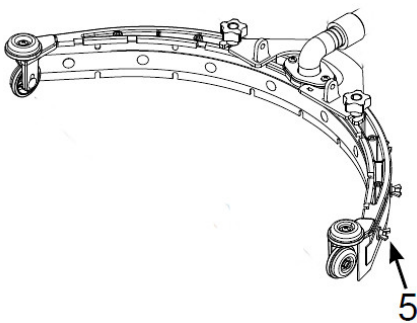

Abb. 48: Andruckleisten und Saugleiste entnehmen
Schritt 6: Entfernen Sie die Andruckleisten und Saugleiste indem Sie die Schraubgriffe (Pos.5, Abb.48) entnehmen.